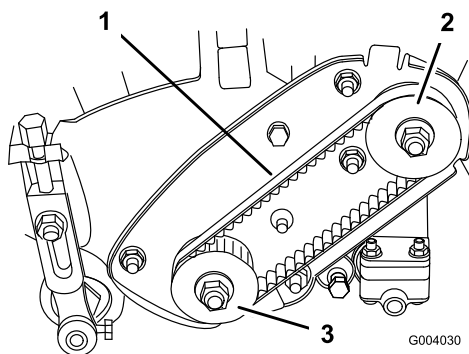

Figura 38
2. Compruebe la tensión presionando la correa (Figura 38) en el punto intermedio entre las poleas con una fuerza de $1,8 \pm 0,5$ kg. La correa debe desviarse entre 4,8 y 7,9 mm. Si la desviación no es la correcta, continúe con el paso siguiente.